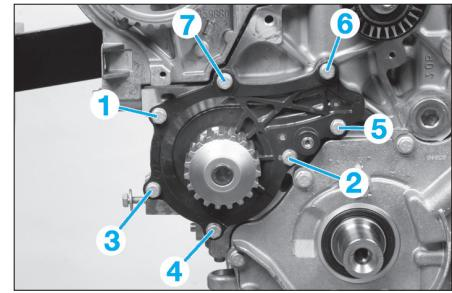

Fig. 25
- Respecter l'ordre de serrage (Fig.25).
- Déposer les sept vis de fixation de la pompe à eau et l'extraire (Fig.25).